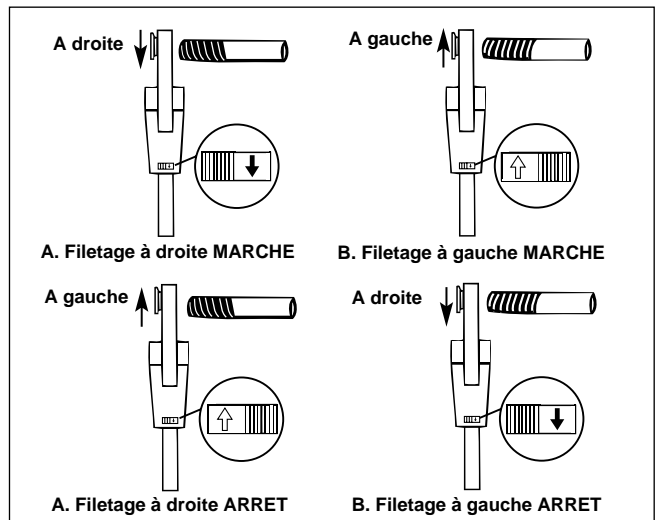

Figure 6 – Inverseur/ Orientation des têtes de filière
5. Mettez l'inverseur dans le sens du pas voulu (gauche ou droite) (Figure 6).